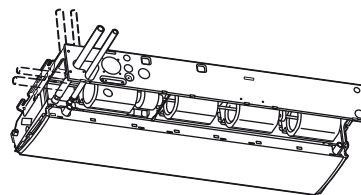

Рис. 3-19
● Места для подсоединения трубопровода хладагента показаны на рисунке внизу. (Трубопровод можно вывести в 3 направлениях.) (Рис. 3-19)
- \* При прокладке дренажного шланга с левой стороны, см. Рис. 3-19, и выполните описанную выше процедуру для установки шланга. Установите на место снятую ранее резиновую пробку с правой стороны. Резиновую пробку можно легко установить с помощью отвертки или похожего инструмента для вставки пробки в дренажный порт главного блока. Вставьте пробку до конца в дренажный порт главного блока.